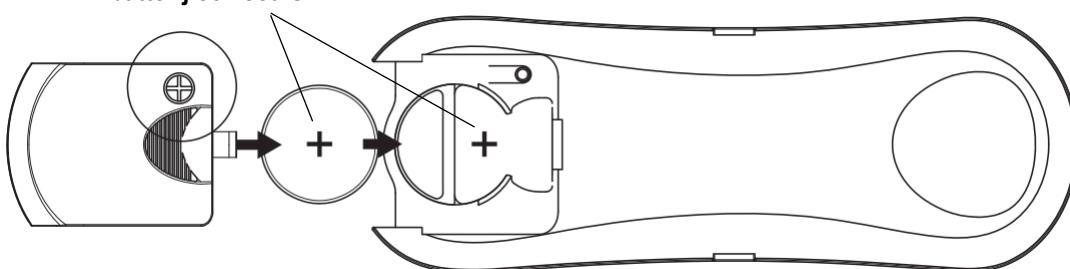

Fig. 10c
- Installeer een nieuwe 3V CR2032 DC batterij in het batterijvak. Zorg ervoor dat de polariteit van de batterij correct is. (Fig. 10c)